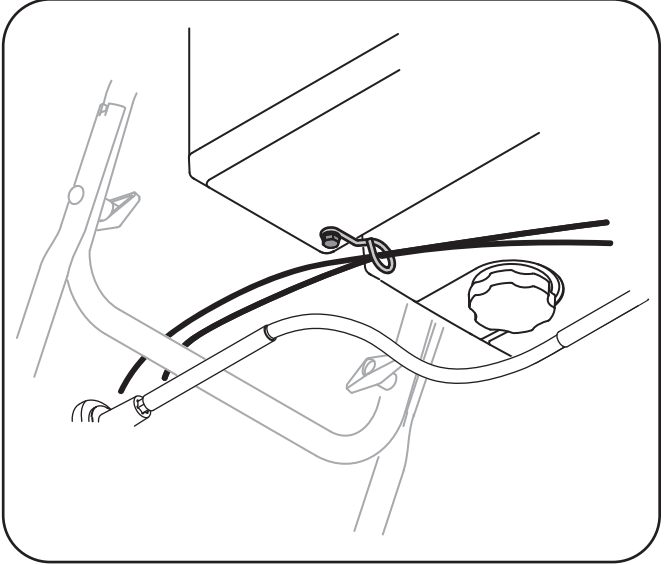

Figure 3-10
8. Insérez la virole dans le trou supérieur de la tige de commande et fixez-la avec la goupille fendue et la rondelle de vitesses à la position de la marche avant la plus rapide. Vérifiez que tous les câbles sont acheminés dans le guide sur la droite de la manivelle de commande de la goulotte. Voir la Figure 3-10.